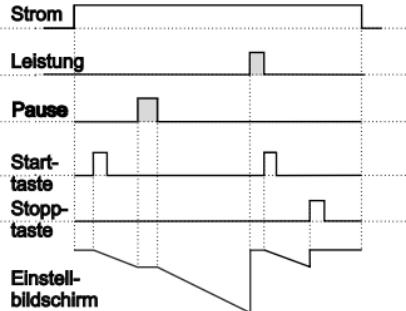

Abbildung 1.2
1.1.2 Wenn Abwärtszählen $\text{dEct} = 1$ und $\text{outF} \text{ bFF}$ ist, wird das Regelschema in Abbildung 1.2 gezeigt.